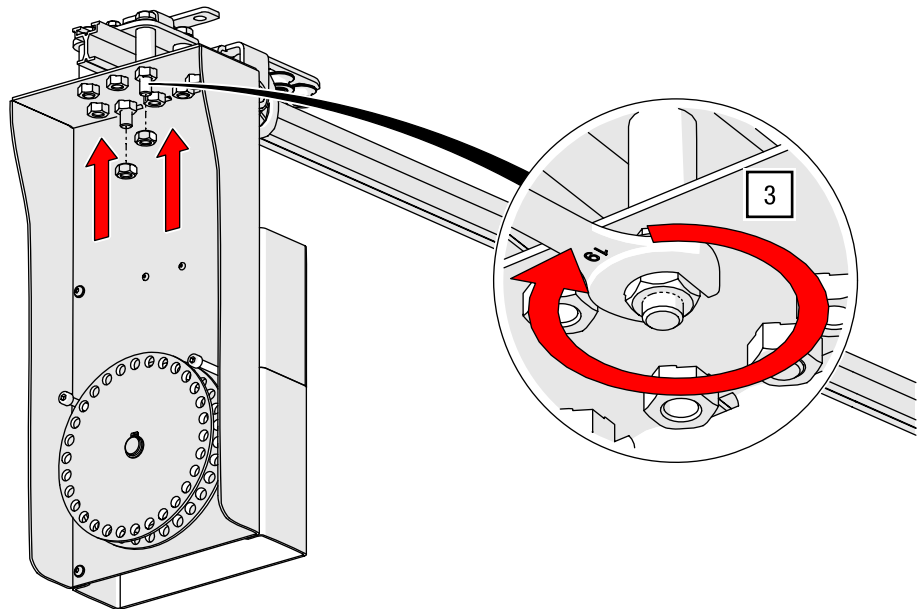

Abb. 118: Manueller Antrieb ROPE-DRIVE – Verbindung mit Montageplatte kontern
3. Kontern Sie die Verschraubung von innen mit zwei M12-Muttern und einem Gabelschlüssel SW 19 mit 93 Nm (siehe Abb. 118).